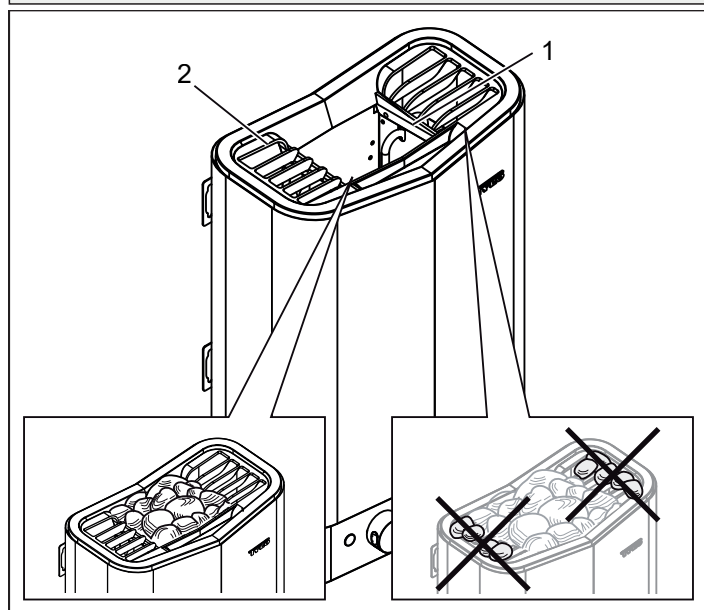

Рис. 1: Заполнение емкости для камней
3. Положите целые неповрежденные камни назад. При необходимости замените поврежденные камни новыми (см. раздел «Заполнение емкости для камней», рис. 1).